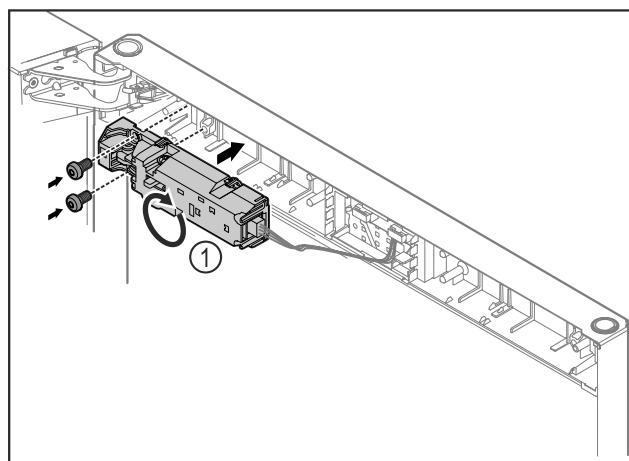

Fig. 13
- ▶ Ruotare la chiusura a distanza Fig. 13 (1) di 180° e fissarla sul lato opposto.